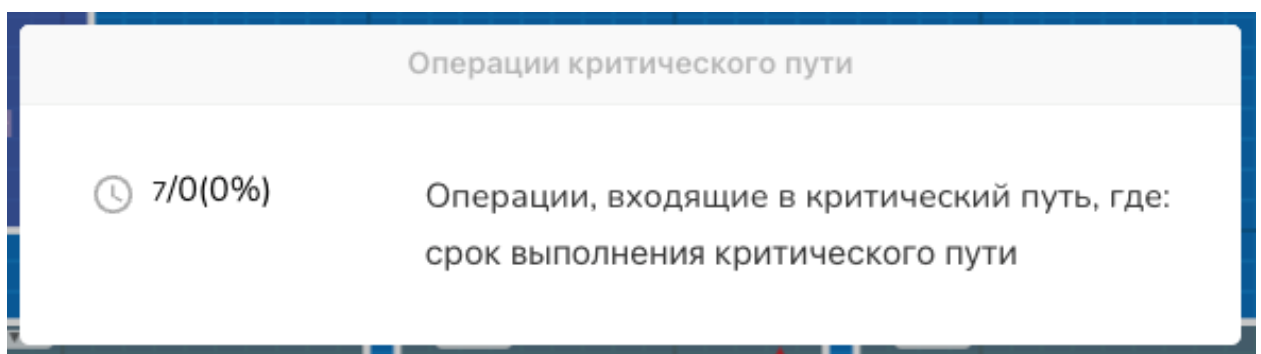

Рисунок 101 – Всплывающее окно «Операции критического пути»
- **Операции критического пути** (Рисунок 101) – оценка времени выполнения операций критического пути,